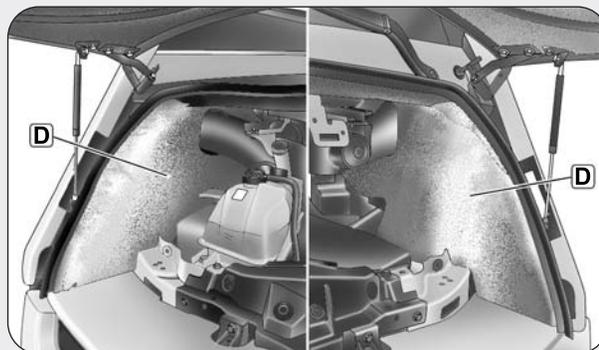

fig. 4
- Rimuovere le coperture argentate **D** - **fig. 4** posizionate sul lato destro e sinistro.